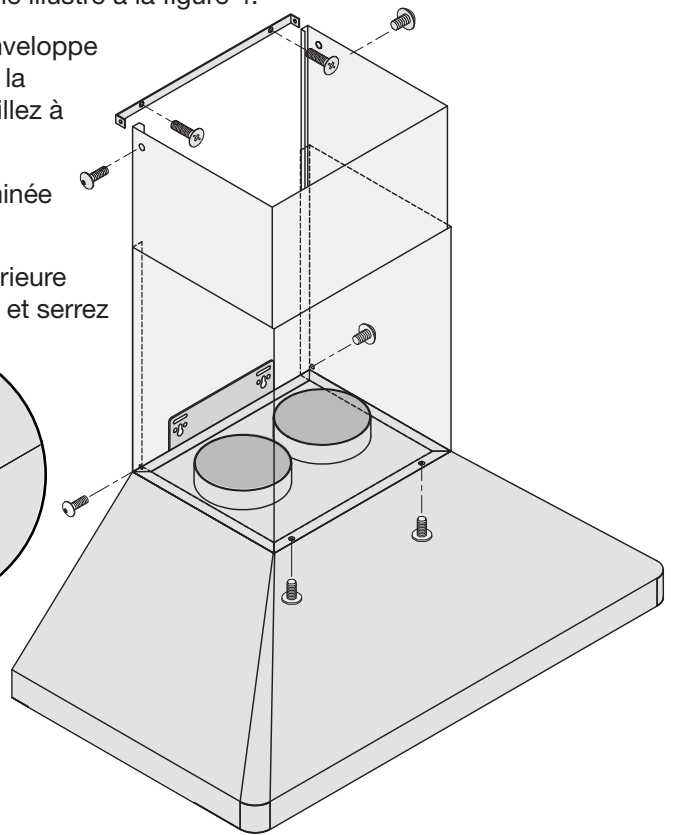

Figure 6
- Pour éviter d'égratigner la cheminée, étendez la cheminée supérieure lentement et soigneusement à la ferrure de fixation de cheminée et serrez les vis comme montrées dans la figure 6.